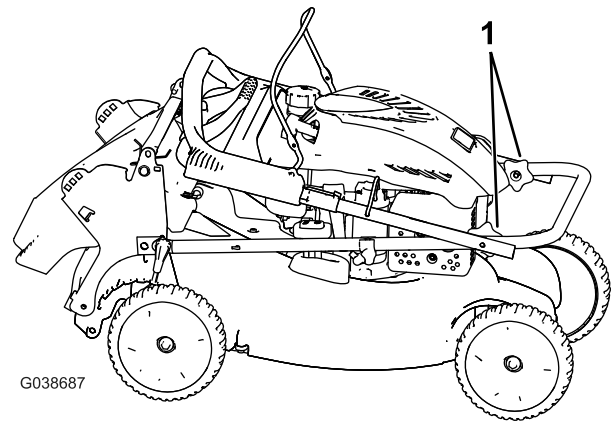

Bild 23
4. Drehen Sie das obere Teil des Griffes zurück in Richtung Motor, siehe Bild 23.